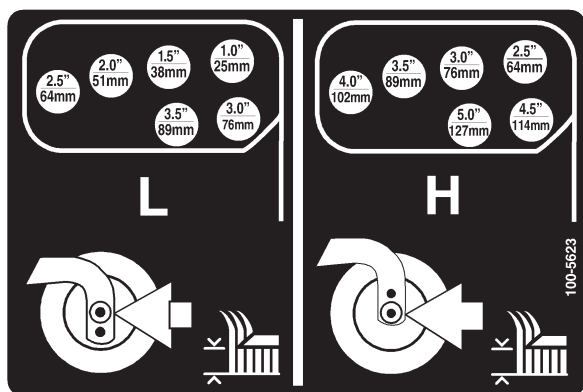

Figure 17
5. Tournez la tige de tension pour élever ou abaisser le bras de pivot jusqu'à ce que les trous soient en face de ceux du support de hauteur de coupe sélectionné dans le bâti du plateau de coupe (Fig. 16 et Fig. 17).